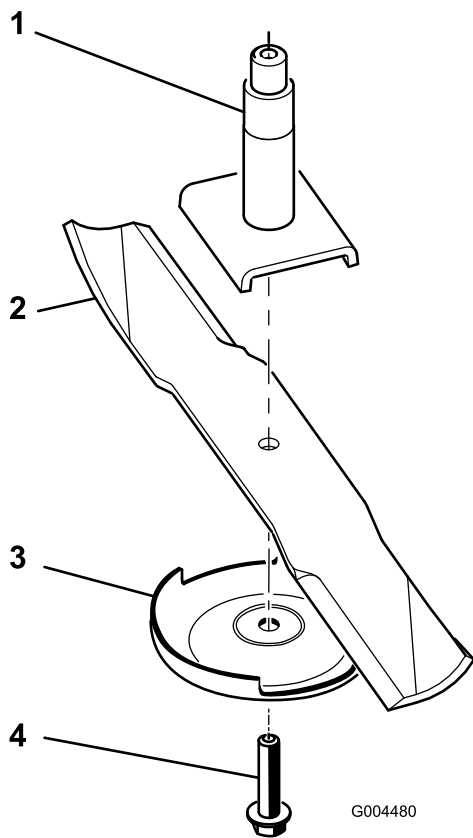

Bild 71
Hinweis: Wenn das Schnittmesser in seiner horizontalen Position bleibt, ist es ausgewuchtet und kann wiederverwendet werden. Feilen Sie, wenn das Schnittmesser nicht ausgewuchtet ist, vom Flügelbereich des Messers etwas Metall ab (Bild 71). Wiederholen Sie diesen Vorgang, bis das Messer ausgewuchtet ist.
1. Setzen Sie das Messer auf die Spindelwelle (Bild 71).
2. Montieren Sie die Antiskalpierplatte und die Messerschraube (Bild 71).